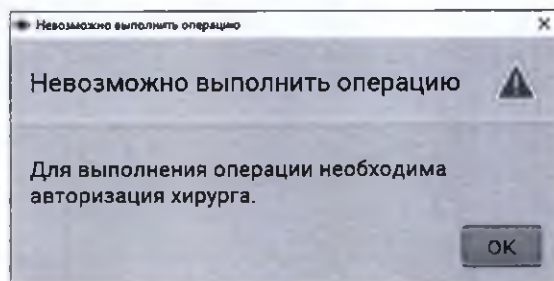

Рис. 7.3: Окно с предупреждением об отсутствии авторизации хирурга
2. В главном окне выберите операцию, которую предполагается проводить, и нажмите кнопку *Начать* на главном окне под панелью поверхности абляции (5, рис. 4.1). Если шаг 1. пропущен, то будет выведено окно с сообщением об ошибке, приведенное на рис. 7.3. После этого будет показано окно авторизации пользователя, приведённое на рис. 3.8, и будет предложено выполнить авторизацию хирурга. Если авторизация завершается неудачей, то процедура выполнения операции закончивается.